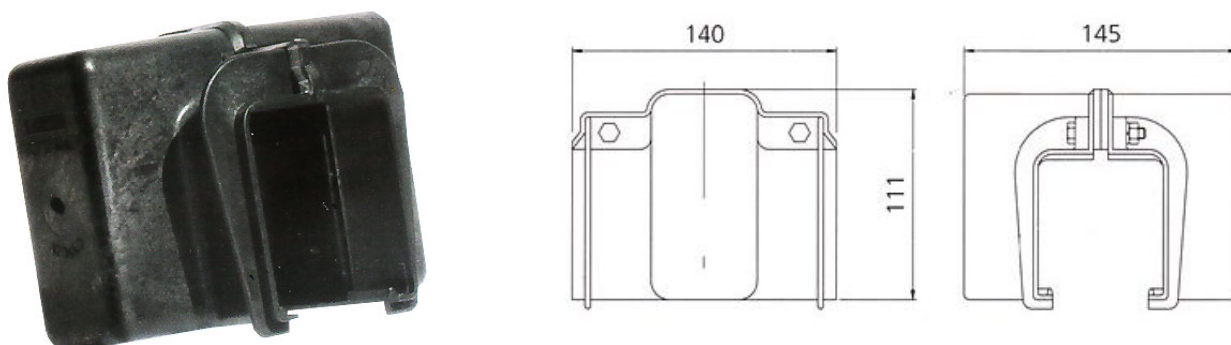

Рисунок 5 – Общий вид соединительной муфты для коробов.
3.4. Характеристика соединительной муфты для коробов с предустановленной медной полосой (см. рис.5):